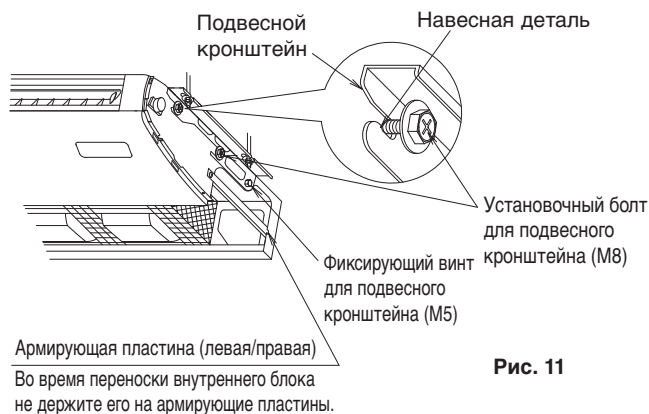

Рис. 11
- (2) Поднимите внутренний блок. Навесьте его, продвинув вперед, и вставьте подвесной установочный болт (М8) для временного фиксирования блока. (См. рис. 11)
- (3) Затяните винты (М5), крепящие кронштейн, в двух местах, там, где они были ослаблены. (См. рис. 11) Необходимо избегать смещения внутреннего блока.
- (4) Затяните болты (М8), крепящие подвесной кронштейн, в 4 местах. (См. рис. 11)